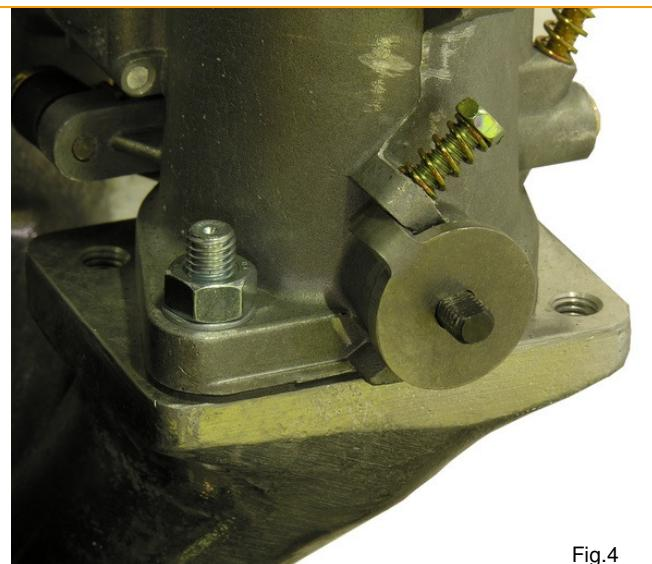

Fig.4
shown in the pictures. (Fig.4)
- Lösen und Entfernen Sie die Mutter SW11 und Sicherungsblech der Drosselklappenwelle. Der orginale Drosselklappenhebel bzw. die Distanzscheibe (Fig.3) wird gegen den beigelegten Anschlaghebel ausgetauscht. (Fig. 4)